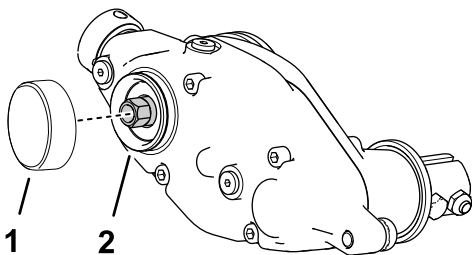

Рисунок 14
1. Нанесите герметик средней степени фиксации для цилиндрических поверхностей (такой как зеленый Loctite 609®) вокруг канавки стопорного кольца и на поверхность по наружному диаметру (Рисунок 14).
2. Установите крышку, как показано на Рисунок 14.